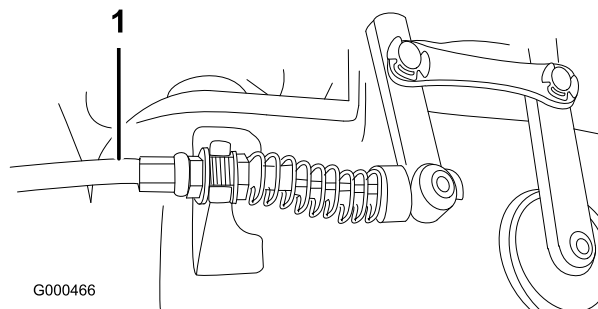

Figure 46
2. Pour accroître la tension du câble, desserrez l'écrou de blocage avant et serrez l'écrou de blocage arrière (situé sur le dessus du boîtier d'engrenages) (Figure 46) jusqu'à ce que la force du câble ajoute une force de 3,2 à 4,5 kg mesurée au bouton de commande.